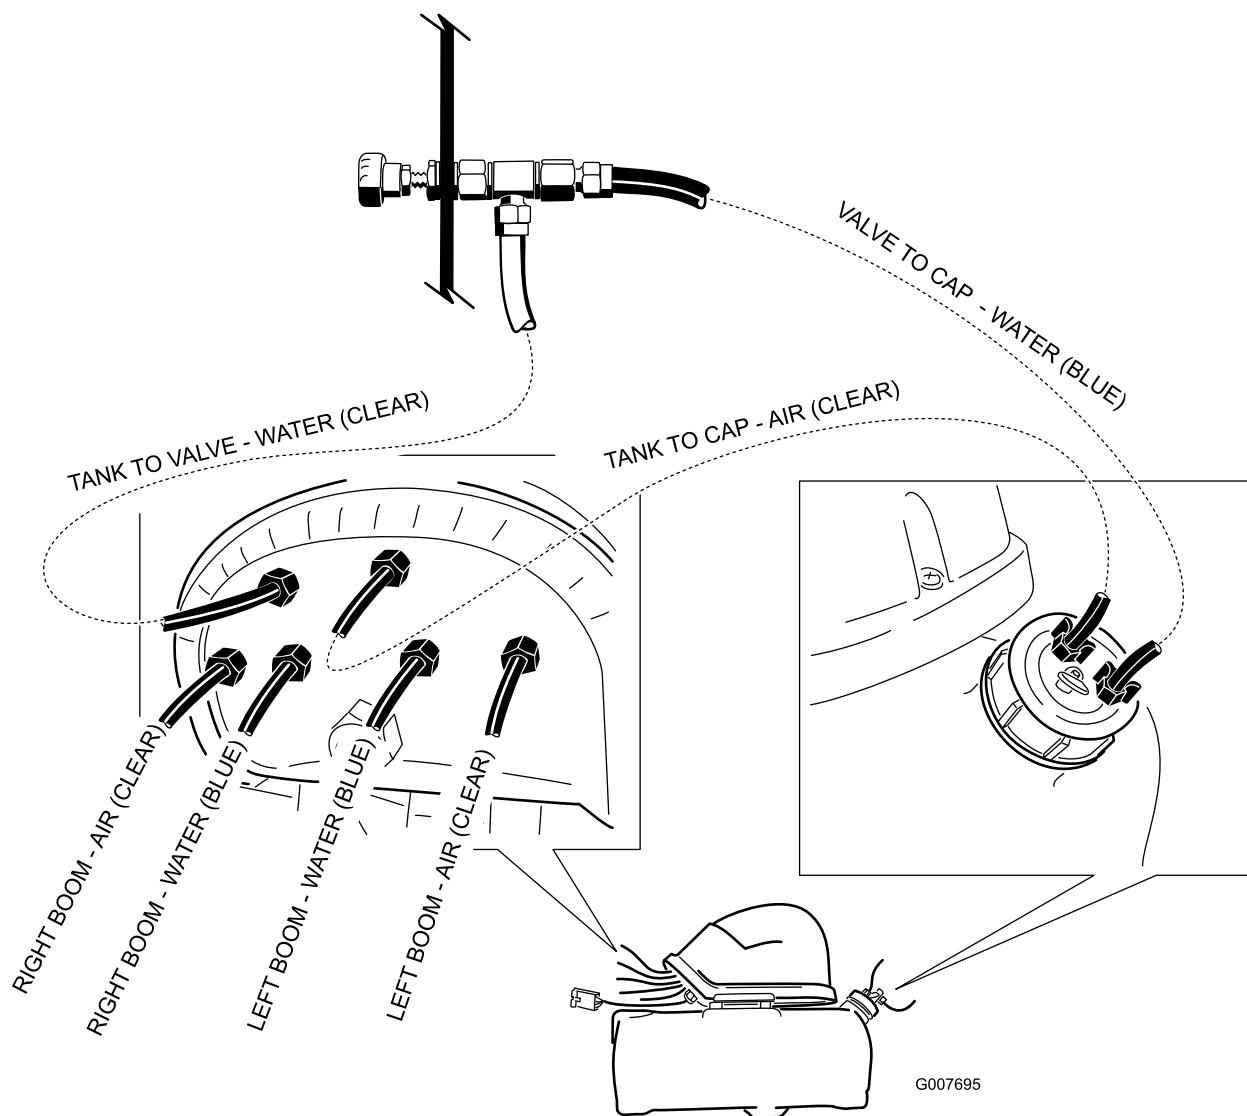

Figura 23
3. O encaminhamento final deve ser como o mostrado em Figura 23.